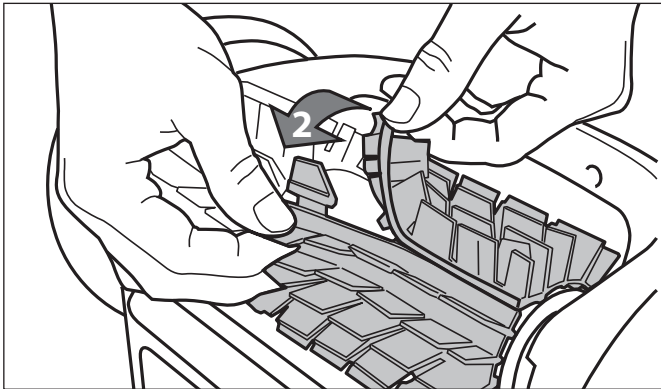

Figura 29. Deshaga las trabillas del cepillo
2. Separe los bordes del cepillo y deshaga las pestañas como se muestra en la Figura 29. Retire los cepillos gastados.